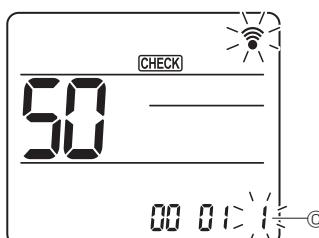

Fig. 6-19
- ④ Velge innstettingsnummer
- Bruk **Ⓐ**-knappen for å endre innstettingen nummer **Ⓒ**. (Fig. 6-19)
- ⑤ Velge flere funksjoner kontinuerlig
- Gjenta valg ③ og ④ for å endre flere funksjonsinnstillingar kontinuerlig.
- ⑥ Komplett funksjonsvalg